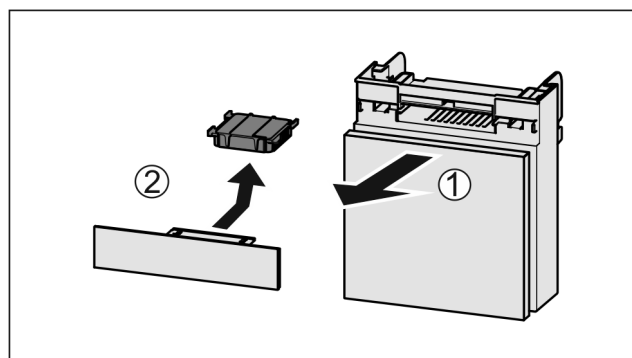

Fig. 118
- ▶ Потягніть Fig. 118 (1) відділення вперед.
- ▶ Витягнути Fig. 118 (2) фільтр з активованого вугілля.